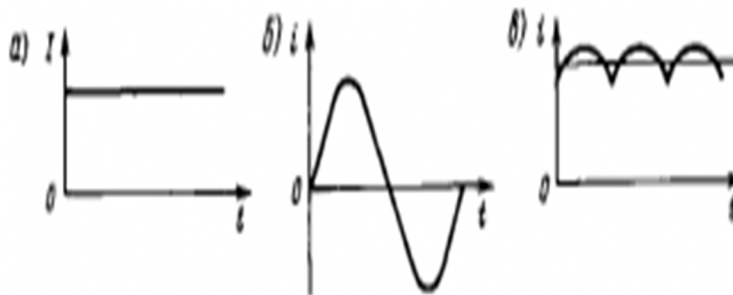

Рис.1.1.2.Постоянный и переменный ток.
**Постоянным током называется такой ток, в котором величина и направление практически не меняются во времени.** Рис.1.1.2(а)
**Переменным током называется такой ток, который меняется за определенный промежуток времени по величине и направлению.** Рис.1.1.2(б)